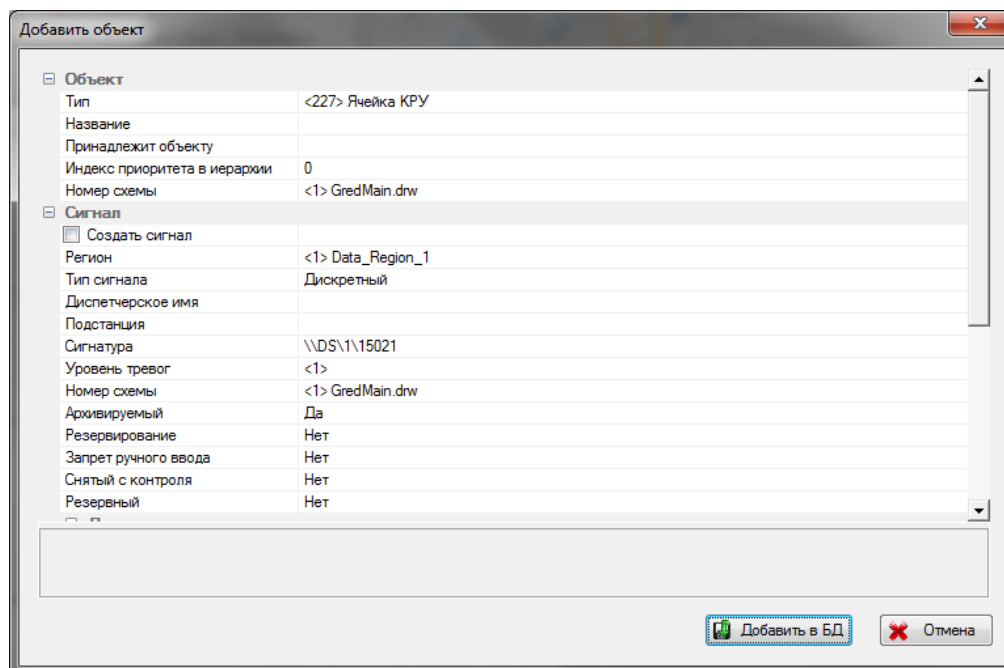

Рисунок 7.7 – Добавление объекта в дерево объектов
- В вызванном меню, ввести наименование объекта и снять опцию в разделе «Создать сигнал». Нажать кнопку «Добавить в БД», после чего в дереве объектов сформируется добавленный объект (Рисунок 7.7).